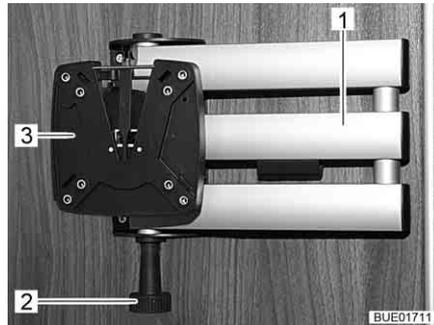

Bild 90 Halterung mit Gelenkarm
- Entriegelungsknopf (Bild 90,2) ziehen. Der Gelenkarm (Bild 90,1) ist entriegelt.
- Flachbildschirm in die Ausgangslage zurückschwenken, bis die Halterung (Bild 90,3) hörbar in die Verriegelung einrastet.